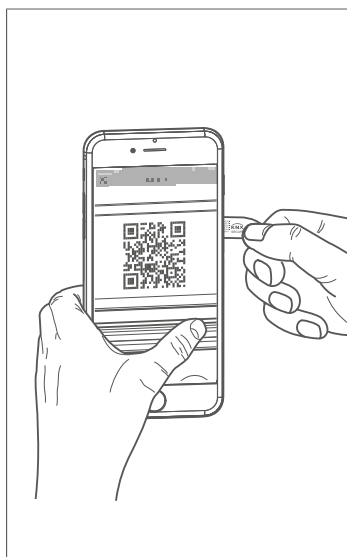
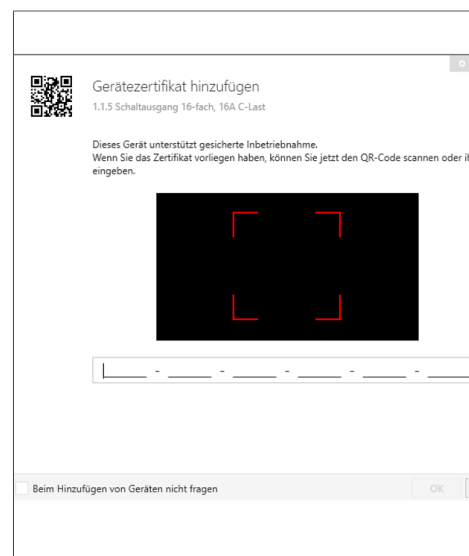

Fig. 10: Scansionare il codice QR
Fig. 11: Inserire il codice QR manualmente
- ① Attivare la modalità di messa in servizio KNX seure in ETS.
- ② Inserire il certificato del dispositivo (codice QR) (Bild 11), scansionarlo (Bild 10) oppure aggiungerlo al progetto in ETS.